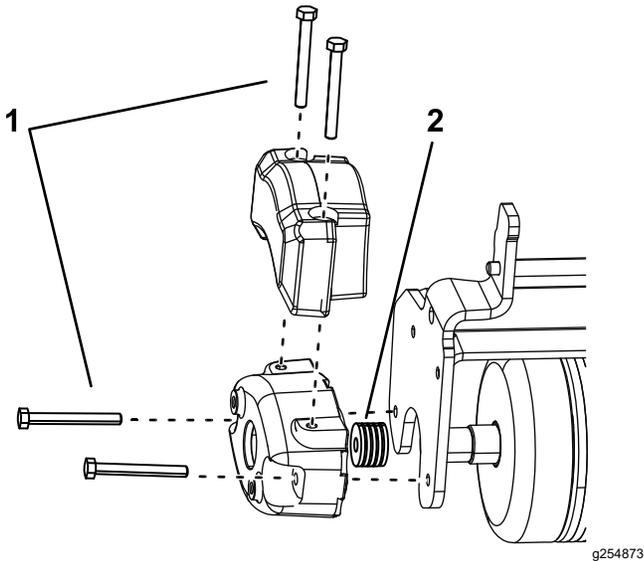

图 6
2. 安装 2 个螺栓 5/16-18 x 2¾ 英寸如 图 6 所示。
3. 在配重块和穿刺刀侧板之间的每个螺栓上安装 4 个垫圈 ¼ 英寸 图 6。